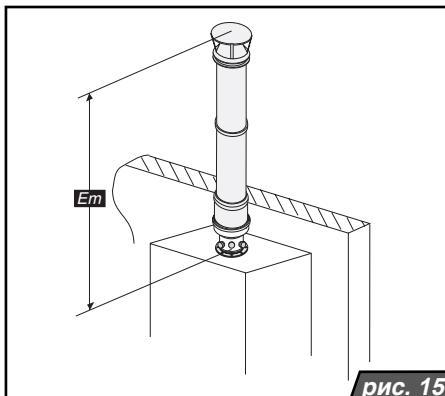

рис. 15
**Способ С32** – вертикальные трассы и их вертикальный выход в свободное пространство. Для вывода раздельного трубопровода действительно то же, что и у способа С12. Пример вертикальной трассы спаренного трубопровода - исполнение С32 (в соответствии со стандартом ЧСН ЕН 483) показан на рис. 15.